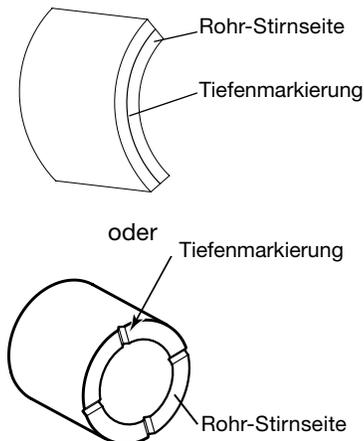

Abb. 5 Rohrmarkierung
11. Überprüfen Sie das Rohrende auf eine kreisförmige Vertiefung (siehe Abb. 5). Diese Markierung zeigt an, dass das Rohr richtig im MHSU aufsaß. Falls keine sichtbare Vertiefung vorhanden ist, sollte das vormontierte Bauteil nicht verwendet werden.